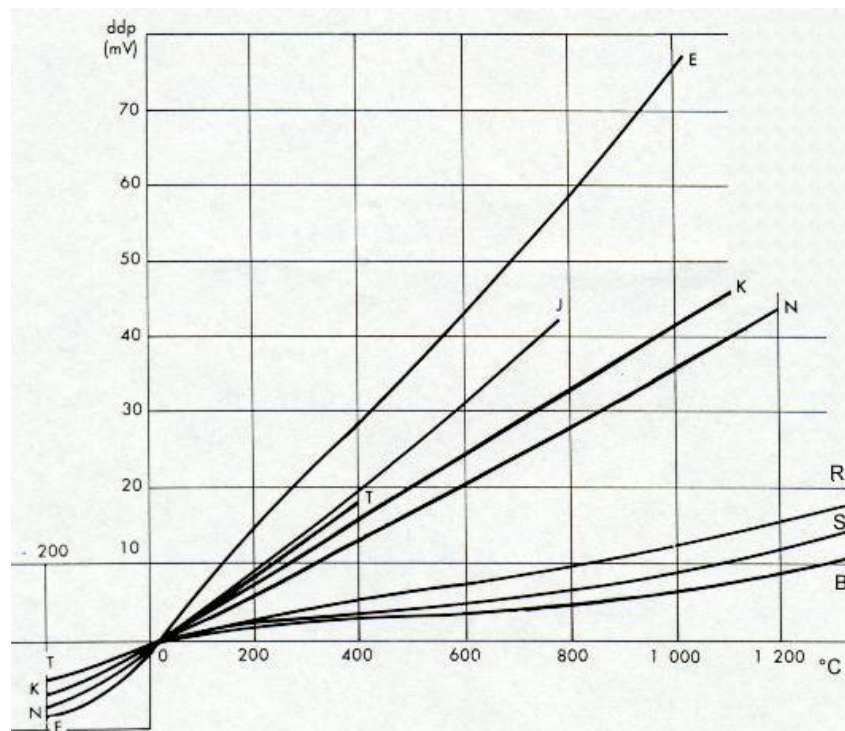

Figure 3: Courbes de réponse pour différents types de thermocouples.
- (b) À partir des courbes de réponse de différents types de thermocouples, présentées sur la Figure 3, indiquer l'un des avantages qu'il y a à travailler avec un thermocouple de type K. Est-ce crucial dans la présente expérience?